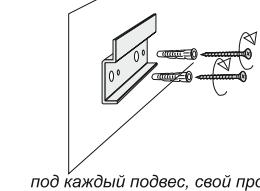

Рис.2
- Смонтируйте профили для подвесов тумбы на стене (см.рис.2). В комплекте идет крепеж для кирпичных и бетонных стен. При монтаже тумбы на стены из других материалов, необходимо учитывать вес тумбы и использовать подходящий крепеж.